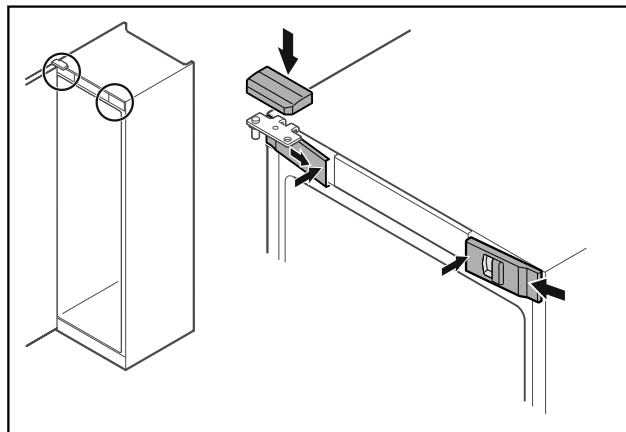

Fig. 47
- Z boku założyć przednie osłonki Fig. 47 (1) i zaczepić.
- Górną osłonkę Fig. 47 (2) zaczepić od góry.